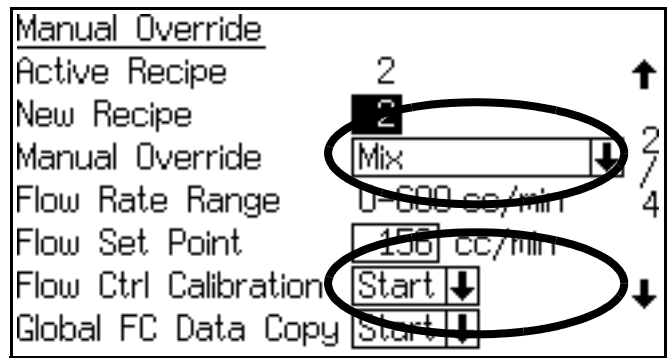

FIG. 97 Schermata del comando manuale
4. Andare alla **Schermata del comando manuale** (vedere FIG. 97). Impostare la funzione di comando manuale su miscelazione, quindi impostare Flow Ctrl Calibration (Calibrazione controllo flusso) su Start (Avvio).